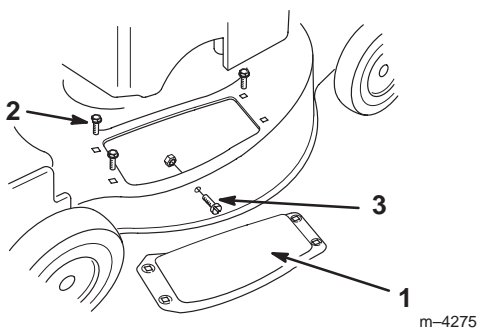

Abbildung 33
4. Die drei Schrauben entfernen und zurücklegen, mit denen die Auswurfabdeckung am Rasenmäher befestigt ist (Abb. 33). Abdeckung und Schrauben aufbewahren.
5. Schraube und Mutter von der Seite des Rasenmähers entfernen (Abb. 33) und für später zurücklegen.